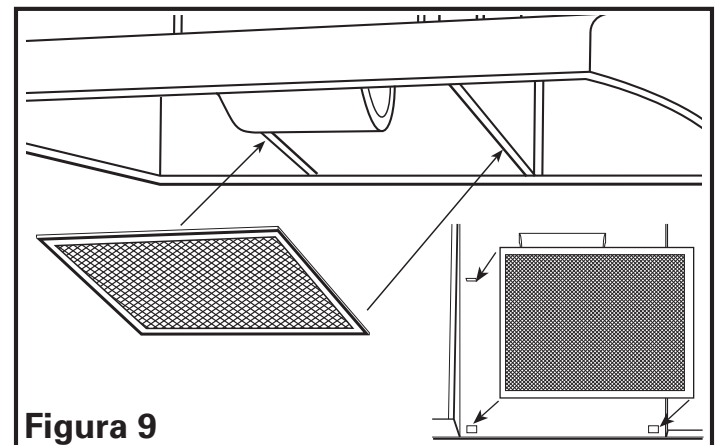

Figura 9
1. Instale los filtros apropiados deslizando el lado posterior del filtro dentro de la lengüeta y oprimiendo el frente del filtro en su lugar (**Figura 9**).